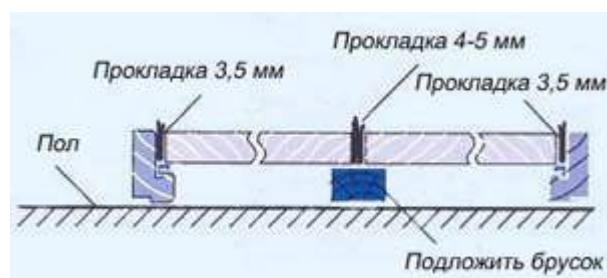

Рис.6
4. При подготовке к монтажу двухстворчатой двери между полотнами должно остаться расстояние не менее 4 мм (рис.6)